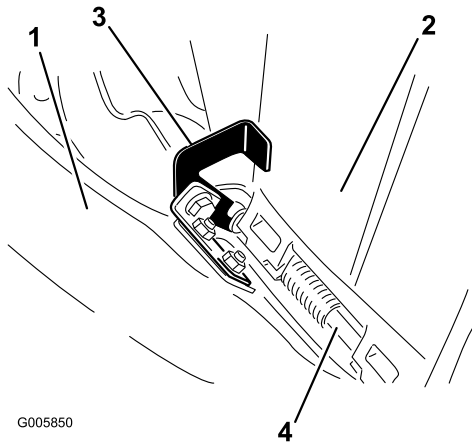

Bild 15
- Haken Sie oben am Auswurfkanal den hakenförmigen Riegel um die Gelenkstange am Ablenklech, siehe Bild 15.